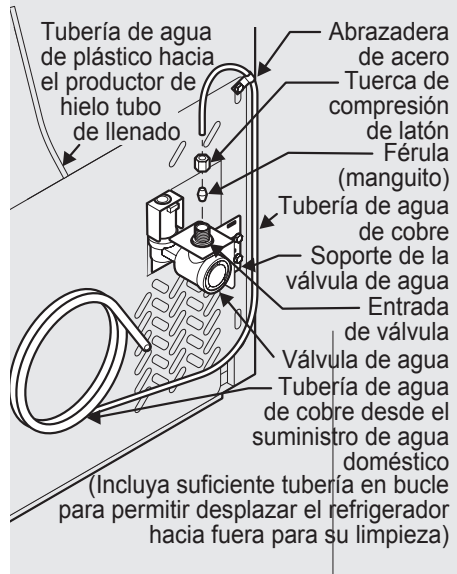

Figura 1
4. **Si usa tuberías de cobre:** deslice la tuerca de compresión de latón y luego la férula (manguito) en la tubería de suministro de agua. Empuje la tubería de suministro de agua hacia dentro de la entrada de la válvula de agua lo más posible ($\frac{1}{4}$ de pulgada/6 mm). Deslice la férula (manguito) en la entrada de la válvula y apriete manualmente la tuerca de compresión en la válvula. Apriete otra media vuelta con una llave; NO apriete en exceso. Consulte la Figura 1.